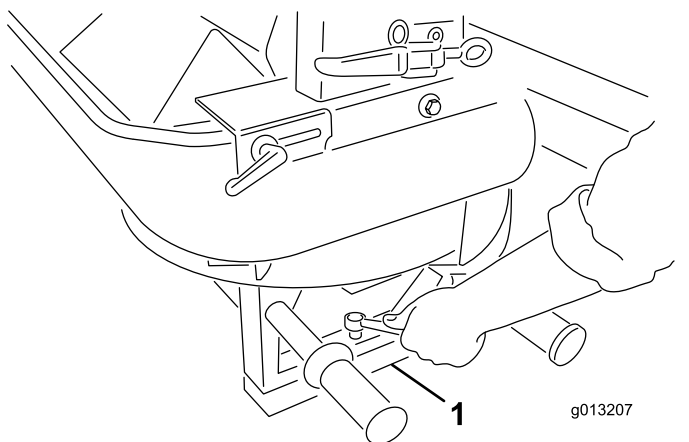

Figura 6
5. Îndepărtați cele 4 uruburi de la picioarele dispozitivului de împrăștiere dublu. Cu ajutorul unui partener, ridicați dispozitivul de împrăștiere dublu și îndepărtați tifturile și spuma de ambalare (Figura 6).